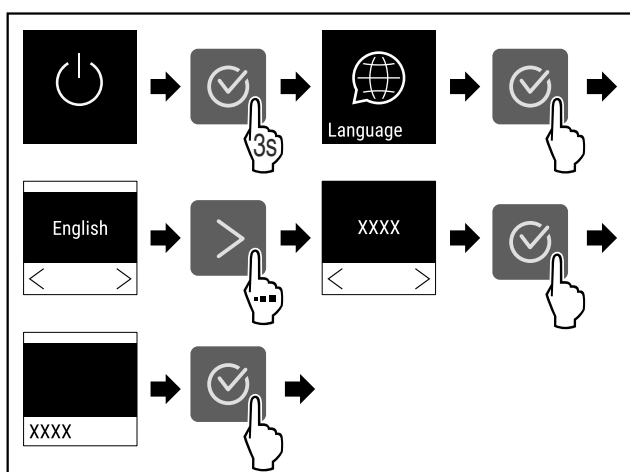

Fig. 54
► Complete steps (see Fig. 54) .